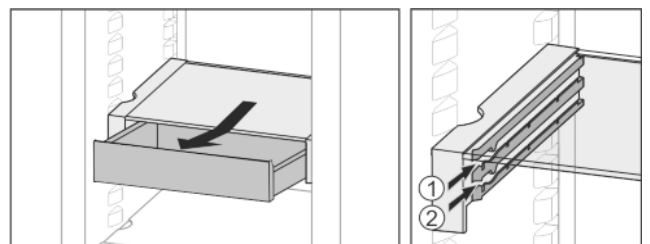

Fig. 23
- ▶ Lükake suvalisel kõrgusel Fig. 23 (1) või Fig. 23 (2) sisse.